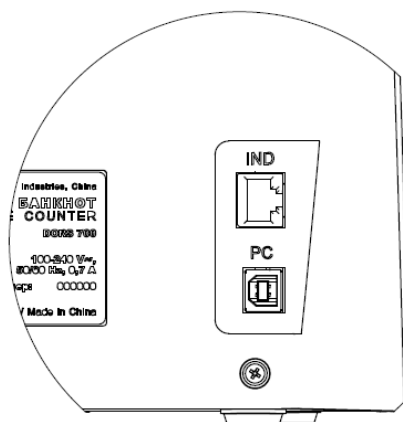

Рис. 13
- контролировать попадание разъемов «IND» и «РС» в отверстия на крышке. Не допускается зажим или деформация разъемов (см. Рис. 13).